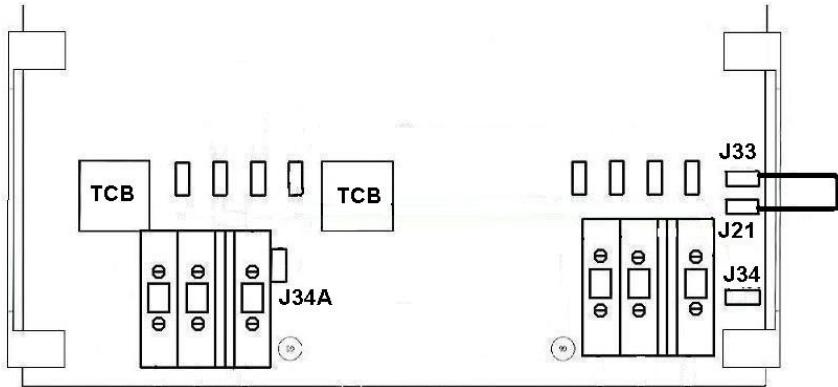

Abb. 5: Fehlerstromschutzschaltung (Fl-Schalter)
2.4 Fehlerstromschutzschaltung (Abb. 5)
Im Ausgang des Trenntrafos muss ein Fehlerstrom- Schutzschalter eingebaut werden. Dazu muss der Ausgangs-Nulleiter geerdet werden (Verbindung mit dem Stahlrumpf). Dies wird mit einem Überbrückungskabel zwischen den Anschlüssen J21 und J33 (siehe Abb. 5) und der Erdung des Gehäuses erreicht.